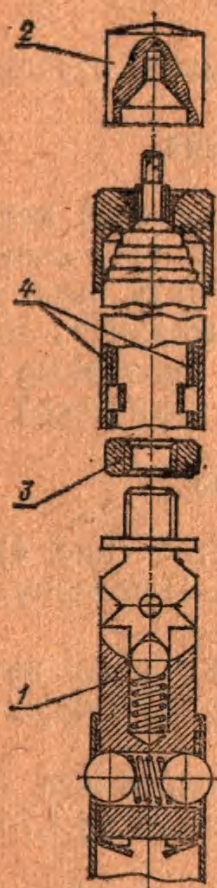

Рис. 3.
Для демонтажа телескопической антенны (рис. 3) необходимо: отвинтить телескопическую антенну с шарнира (1), свинтить наконечник (2) с верхнего штыря антенны, выпаять втулку (3) из нижнего звена, надавив на верхний штырь, выдвинуть антенну из последнего звена и извлечь два прижима (4). Указанные операции повторить семь раз до полной разборки телескопической антенны.